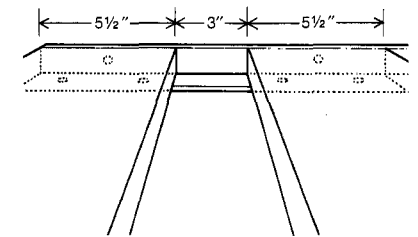

Fig. 1. Ecartement respecté pour monter les traverses de lit et pour les trous des cornières (5).
toises extérieures des bouts. Ne collez pas ces longerons aux poteaux. Percez des trous dans les supports en aluminium (5) et fraisez-les (fig. 1).